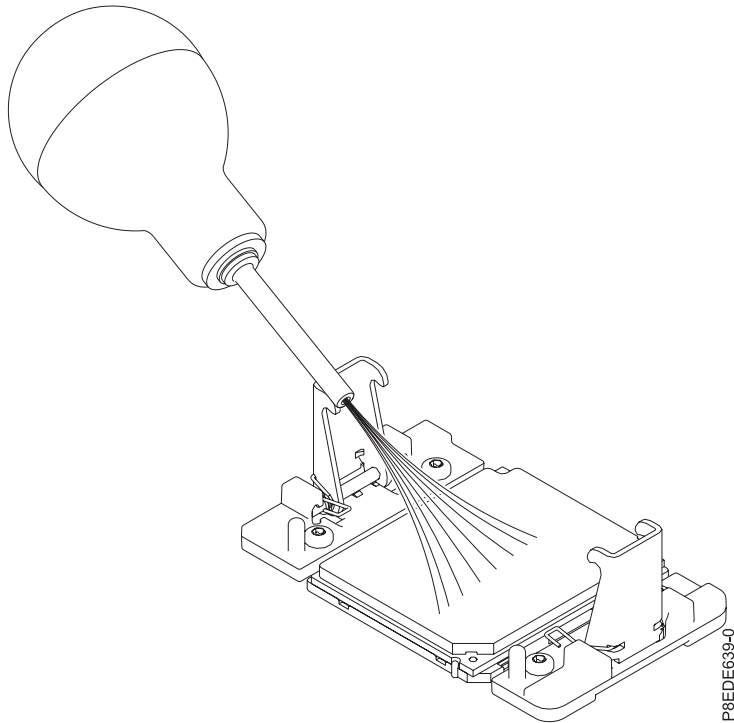

Figure 28. Retrait de la poussière et des particules présentes sur le module processeur système
- Si de la poussière ou des particules sont présentes, utilisez la pompe à air fournie (référence 45D2645) pour nettoyer la zone de module processeur système à refroidissement par eau. Si votre pompe à air n'est pas assemblée comme illustré à la figure 28, à la page 29, fixez l'embout au bulbe. Dirigez de petits jets d'air depuis le centre vers les côtés du module processeur système, comme illustré dans la figure 28, à la page 29.